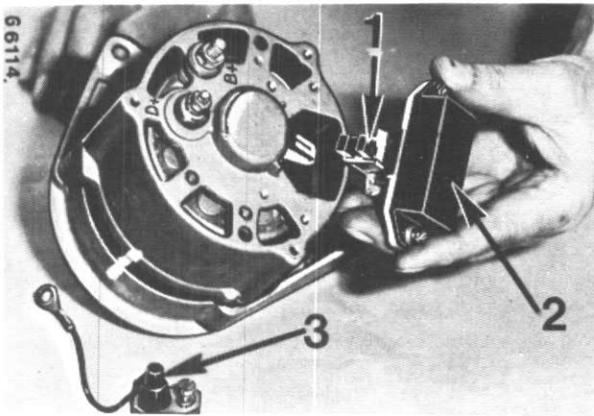

Figure 20
Déposez l'ensemble porte-balais (1 et 2) et la diode "Zener" (3) fig. 20.